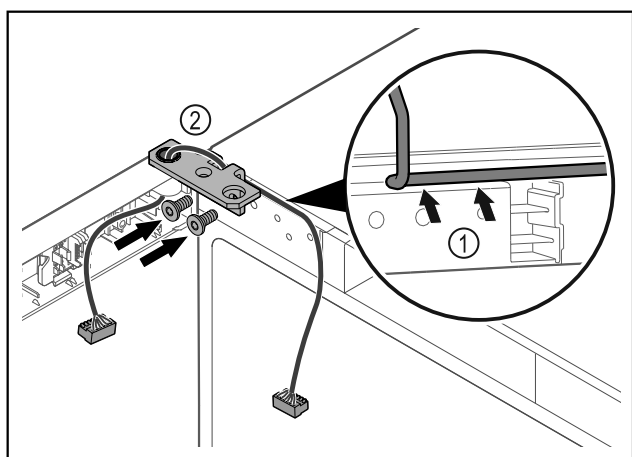

Fig. 46
- ▶ Sæt kablet gennem hængselvinklens udsparring, og træk det forsigtigt Fig. 46 (1).
- ▶ Skru hængselvinklen Fig. 46 (2) på.